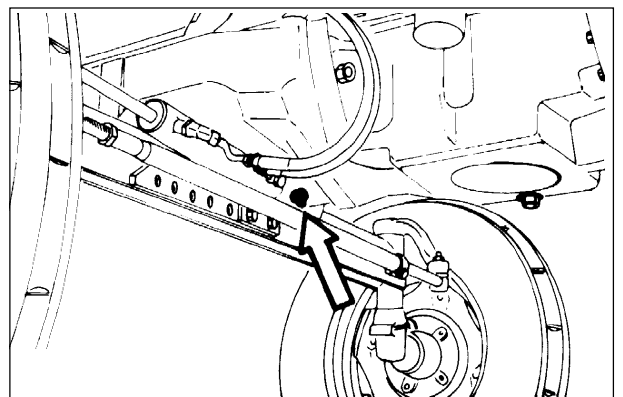

Fig. 64. Perno oscilación eje.
- Fig. 64 - Pino de articulação do eixo com duas rodas motrizes. Injecte massa do tipo indicado (dois lubrificadores).